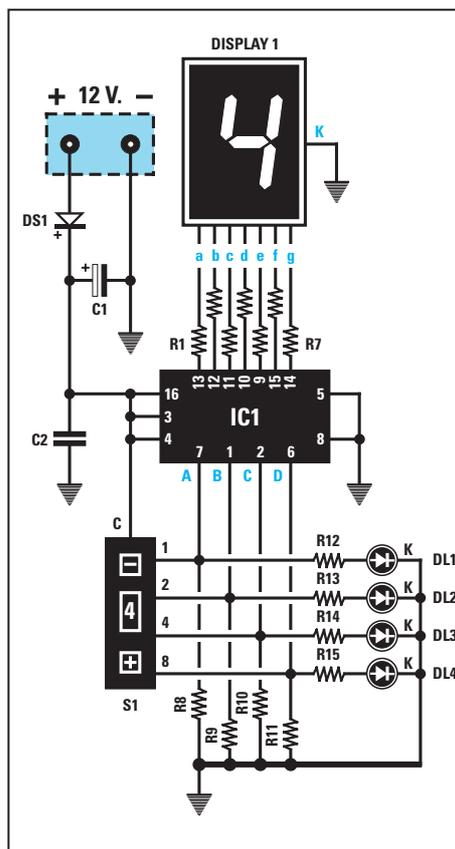

Figure 625 : Schéma électrique du compteur à 1 chiffre LX.5026 qui utilise une roue codeuse.
**G**omme vous pouvez le voir sur la figure 625, l'afficheur se trouve sur la partie supérieure du schéma et, puisqu'il s'agit d'un afficheur à cathode commune, sa broche K doit être reliée à la masse.